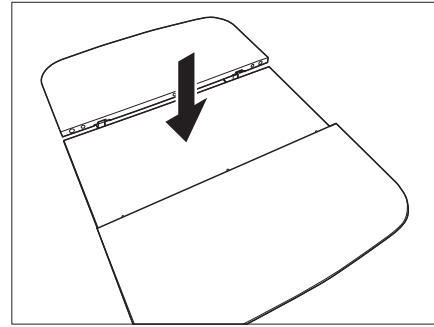

Fig. 101 Bajar la pieza central
- Empujar con fuerza la parte central de la mesa hacia abajo (Fig. 101). La parte central se presiona por la fuerza de resorte hacia arriba.
- Empujar con fuerza la parte central de la mesa hacia abajo. La parte central se engatilla en la posición inferior (Fig. 101).